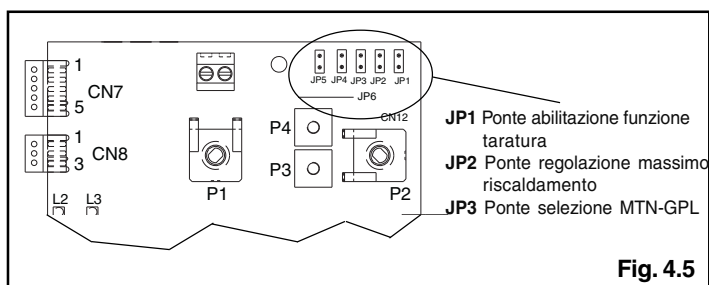

Fig. 4.5
La funzione “regolazione elettrica” viene attivata e disattivata esclusivamente dal jumper (JP1) (fig. 4.5).
- inserire il jumper JP1 (fig. 4.5) per abilitare le manopole poste sul pannello di comando alle funzioni di regolazioni del minimo e del massimo
- inserire il jumper JP2 (fig. 4.5)
- sulla scheda di controllo (fig. 4.5):